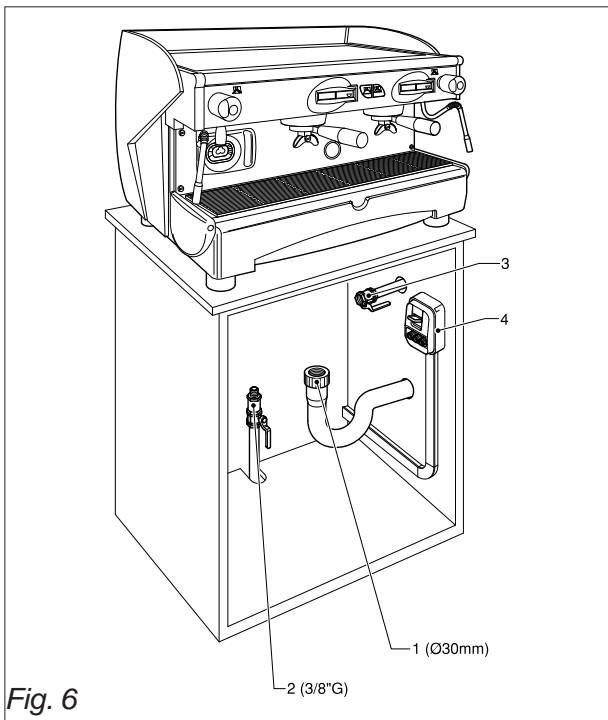

Fig. 6
##### 6.1.1. Alimentation hydrique et gaz (Fig.6)
Dans les deux cas, prédisposer, en amont du câble d'alimentation, un interrupteur différentiel automatique, 4 (Fig. 6), équipé de déclencheurs magnétiques, selon les données reportées sur la plaquette d'identification de la machine (Fig. 1). Les contacts doivent avoir une ouverture supérieure ou égale à 3 mm.
- Ouvrir le robinet du réseau hydrique 2 (Fig.6).
- Ouvrir le robinet di gaz 3 (Fig.6).